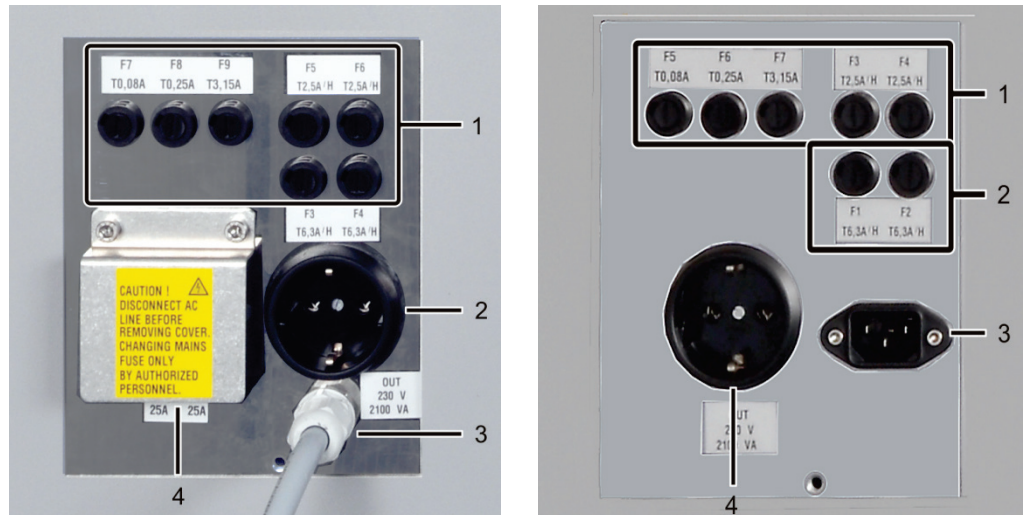

Fig. 27 Fusibles y conexiones eléctricas
- 6 Fusibles y conexiones eléctricas (véase Fig. 27)